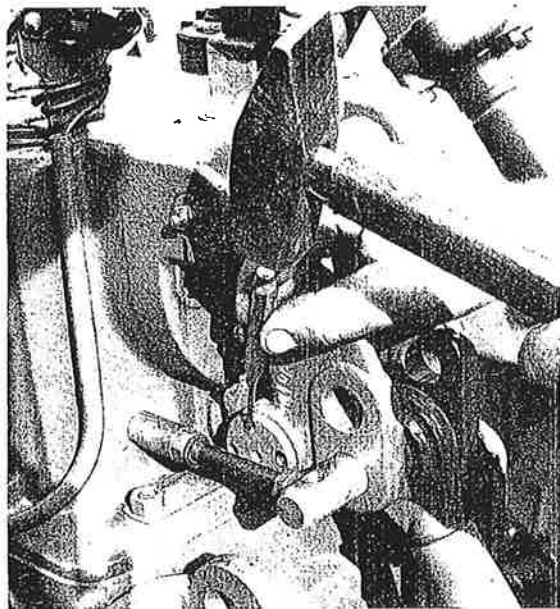

FIG. 89
- a) pour les types M 75 et M 90 régler la position du collet 24, par rotation adéquate de l'axe 10 Fig. 89;